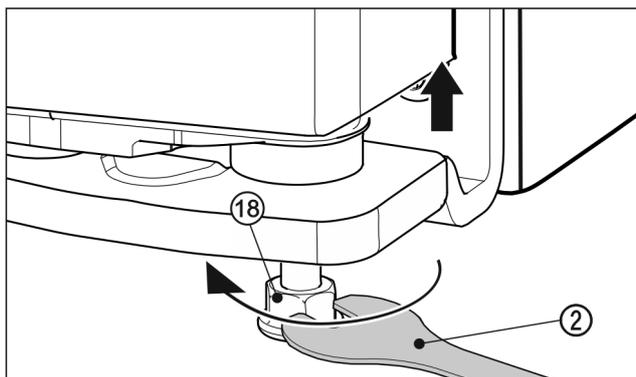

Fig. 25
- ▶ Per sollevare la porta svitare il piedino di regolazione Fig. 25 (18) con la chiave fissa in dotazione Fig. 25 (2) ruotando verso destra fino al contatto con il pavimento. In seguito continuare a ruotare fino a quando la porta è regolata in altezza. Allo stato della consegna il perno di supporto è completamente avvitato.